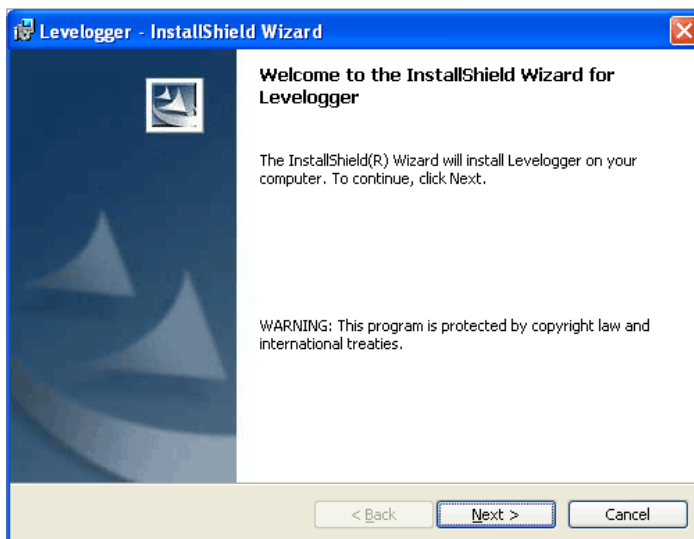

Figura 7-1 Asistente para la instalación del software
- 3) El Asistente de instalación de software lo guiará a través del proceso de instalación restante. La Figura 7-1 muestra el asistente de instalación del Levellogger.